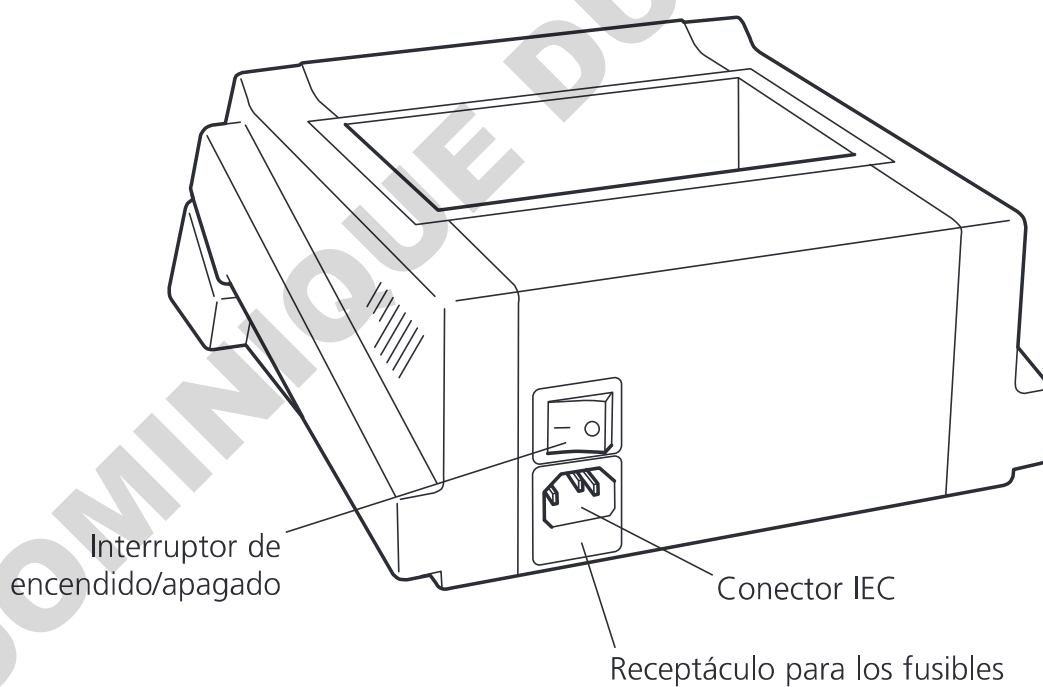

Figura 2: Vista trasera
Gli apparecchi sono muniti di una presa IEC sul retro dell'apparecchio destinata al collegamento del cavo di alimentazione alla rete elettrica. La presa IEC è dotata di un cassetto estraibile contenente i fusibili e dell'interruttore di accensione - vedere la figura 2.
1. Encienda el equipo accionando el interruptor situado en la parte trasera (véase la figura 2).